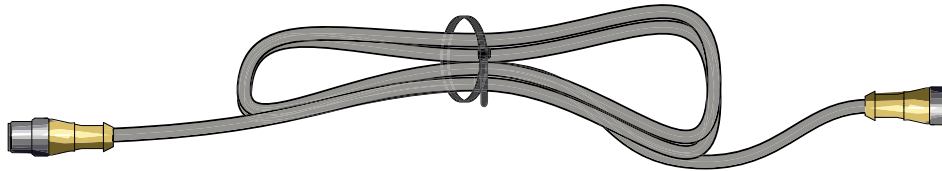

Figure 27
1. Bouclez l'excédent du câble en réunissant les deux côtés de la boucle pour l'aplatir (**Figure 27**).
2. Utilisez un attache-câbles pour fixer l'excédent du câble dans une boucle plate (**Figure 27**).